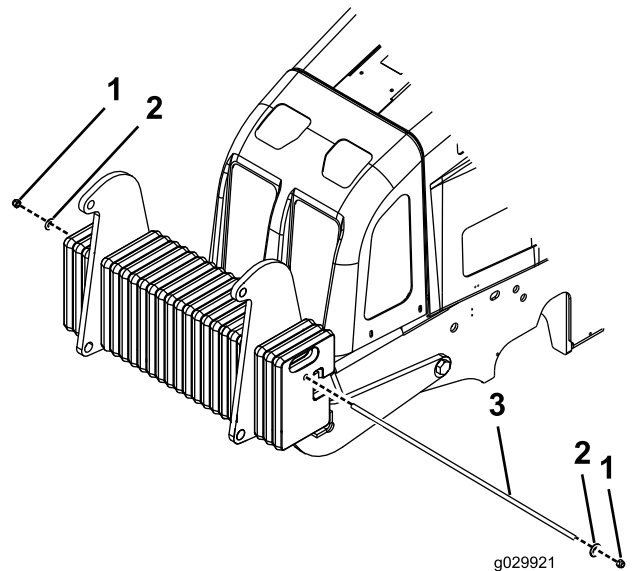

Figure 5
3. Fixez le(s) contrepoids sur le cadre de montage au moyen de la tige, des rondelles et des contre-écrous que vous avez retirés à l'opération 1 de Préparation de la machine (page 2); voir Figure 5.